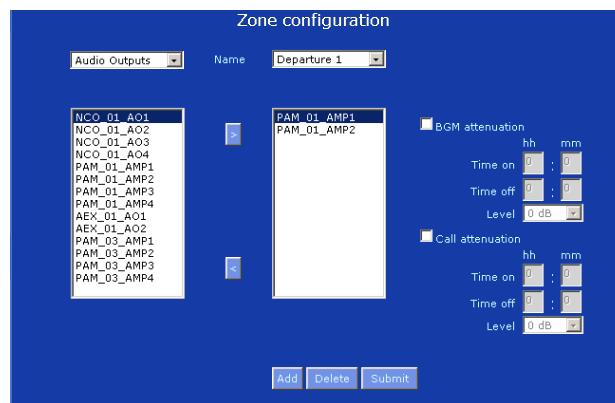

figura 34.3: Nuova zona, passaggio 1
- 1 Andare a *Configure > Zone & amplifier > Zone configuration*. Appare una schermata simile a quella in figura 34.3, nella cornice principale dell'interfaccia web.